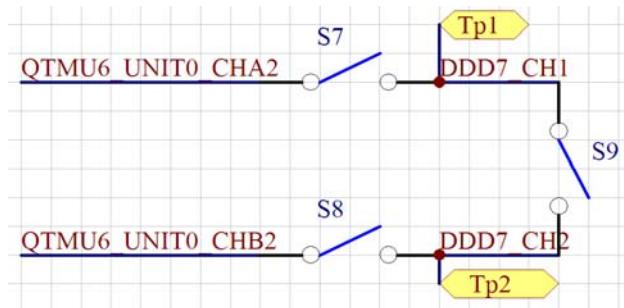

图 5.1 DDD 测试线路图
(1) 示例线路如下图 5.1:
DDD 主要用来输出数字信号，线路图 5.1 中，把 DDD_CH1, DDD_CH2 通过继电器与 QTMU 的 CHA2, CHB2 相连，通过控制 S7, S8 的通断就可以利用 QTMU 来测量 DDD 输出波形信号的频率。